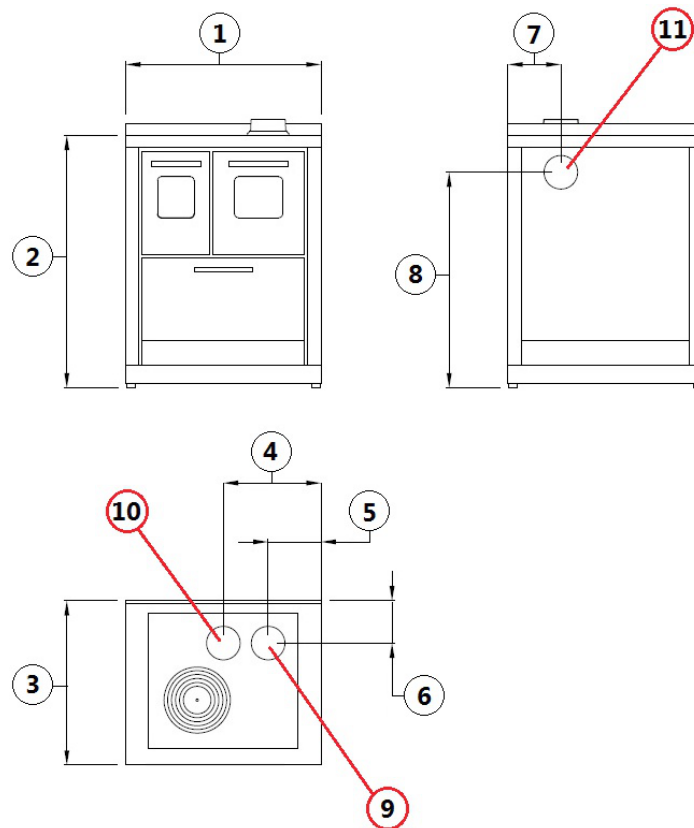

Fig. 11 - Dimensions générales
- Il est conseillé de disposer le bois en position horizontale (voir **Fig. 11 à page 39**) et de régler le passage de l'air au moyen du registre.